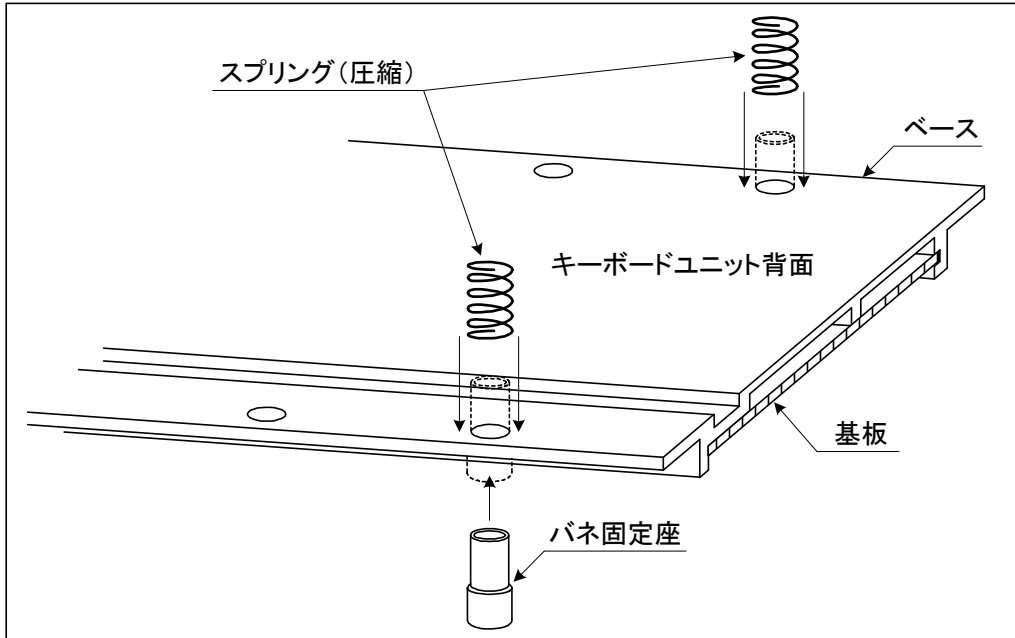

図3.4-1 スプリング（圧縮）取り付け
(1) アクションと全ての鍵盤を取り外す。
(2) 図3.4-1の様に、キーボードユニットの基板側よりバネ固定座を挿入し、キーボードユニット背面からスプリング（圧縮）を取り付ける。尚、スプリング（圧縮）は時計方向に回しながら挿入すると取り付け易い。